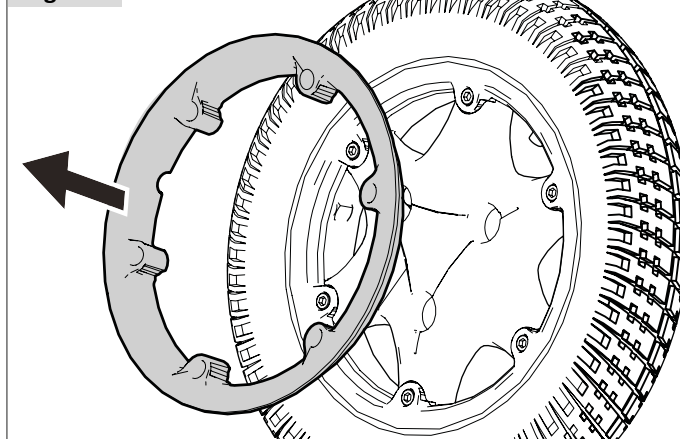

Fig. 8.2
Se billeder (Fig. 8.2 - 8.10).
- Anvend en 16 mm AF-tapskrue til at løsne de tre styremøtrikker (Fig. 8.2).